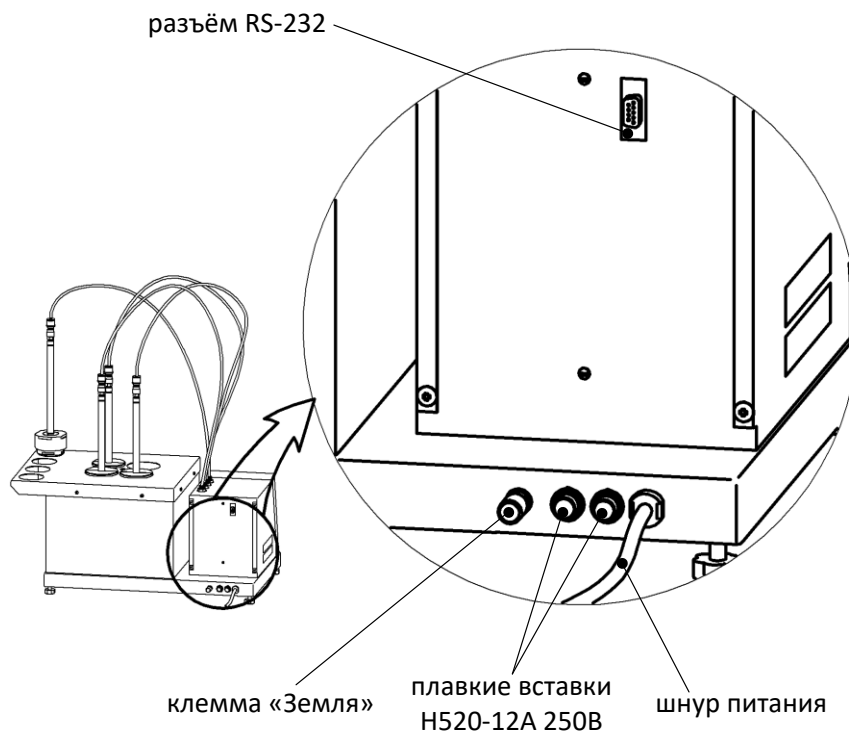

Рисунок 2 – Вид аппарата сзади
На задней стороне аппарата расположены подвод питания и разъём RS-232 (рисунок 2).
3.1.2 Допускается подключение аппарата только к евророзетке с заземлением. Дополнительно подключить клемму «Земля» на аппарате (рисунок 2 на странице 4) к контуру заземления.